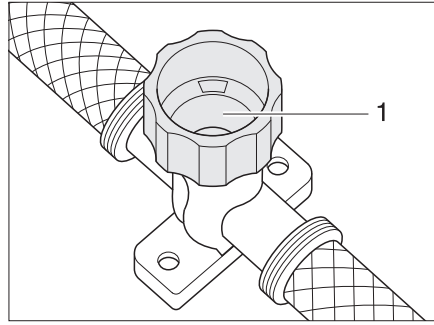

Bild 123 Avtappningskran för varmvattenaggregat
- Stäng avtappningskranen. Vrid då locket (Bild 123,1) medurs.
- Öppna avtappningskranen till varmvattenaggregatet. Vrid då locket (Bild 123,1) moturs.